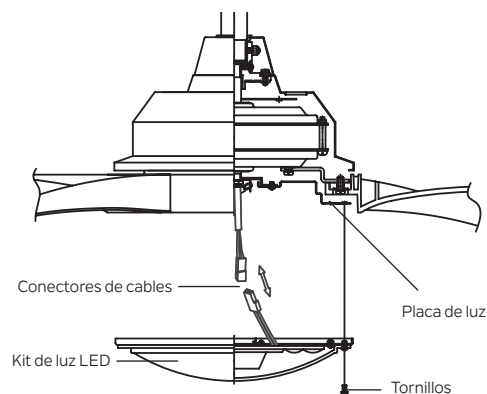

Figura 17
**Paso 1.** Retire los dos tornillos de montaje en el interior del kit de luz LED. (Figura 17)
**Paso 2.** Mientras sostiene el kit de luz LED debajo del motor del ventilador, realice las conexiones de los cables: (Figura 17)
**Paso 3.** Introduzca las conexiones cuidadosamente en la placa de luz. Coloque el kit de luz LED cerca de la placa de luz, fíjelo apretando los dos tornillos. (Figura 17)